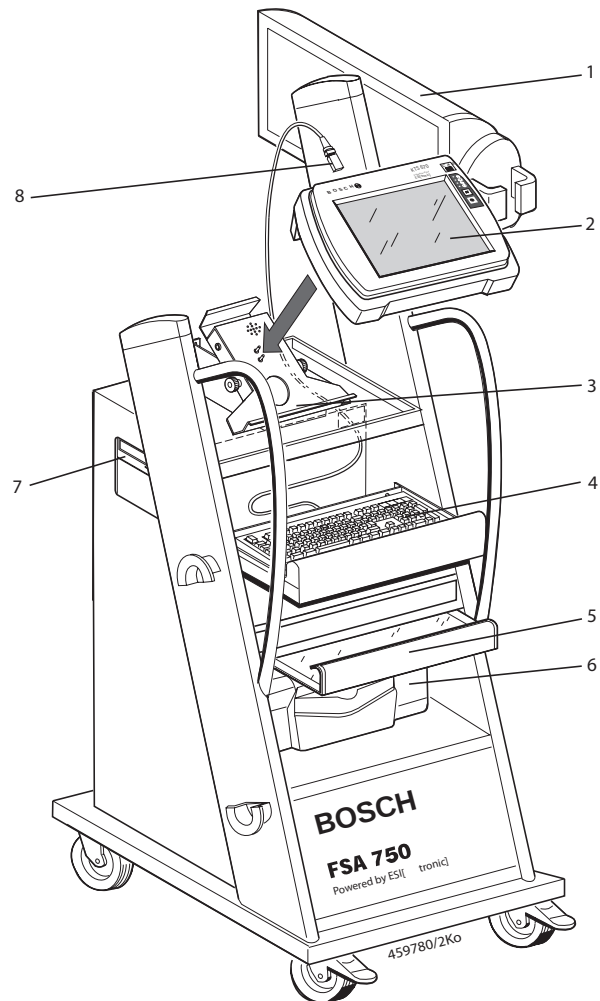

Fig. 1: vista de frente do FSA 750
3. Coloque o KTS 670 na estação de carregamento de forma correta (fig. 1; pos. 2, 3).
4. Ligue o cabo de ligação USB ao KTS 670 (fig. 1; pos. 8).
5. Coloque a impressora no carrinho (fig. 1; pos. 6) stellen.